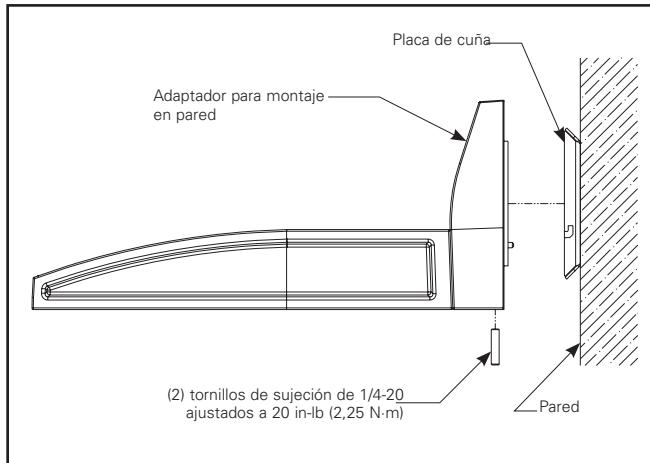

Figura 1.
1. Retire la placa de cuña aflojando los (2) tornillos de sujeción de 1/4-20 del luminario con la llave Allen.
4. Realice las conexiones de cableado según el diagrama de cableado (Figura 1).